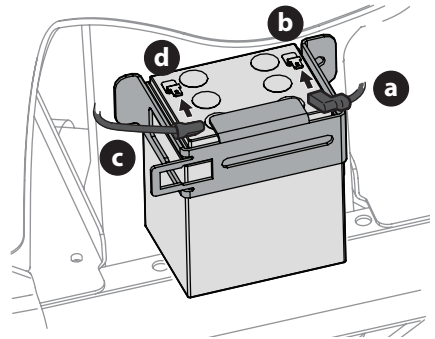

Figure 16
1. Branchez le câble rouge (a) sur la borne positive de la batterie (b) (Figure 16).
2. Branchez le câble noir (c) sur la borne négative de la batterie (d) (Figure 16).